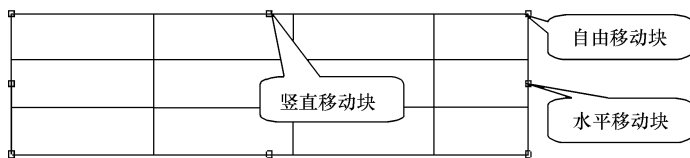

图 10-17 选择表格
- **选择表格**：单击表格的任意位置的边线，可以选中整个表格，此时表格周围有8个控制块，如图10-17所示。拖动表格四个角的控制块，可以自由移动表格；拖动左右两条竖边中点位置的控制块，可以沿水平方向移动表格；拖动上下两条水平边中点位置的控制块，可以沿竖直方向移动表格。